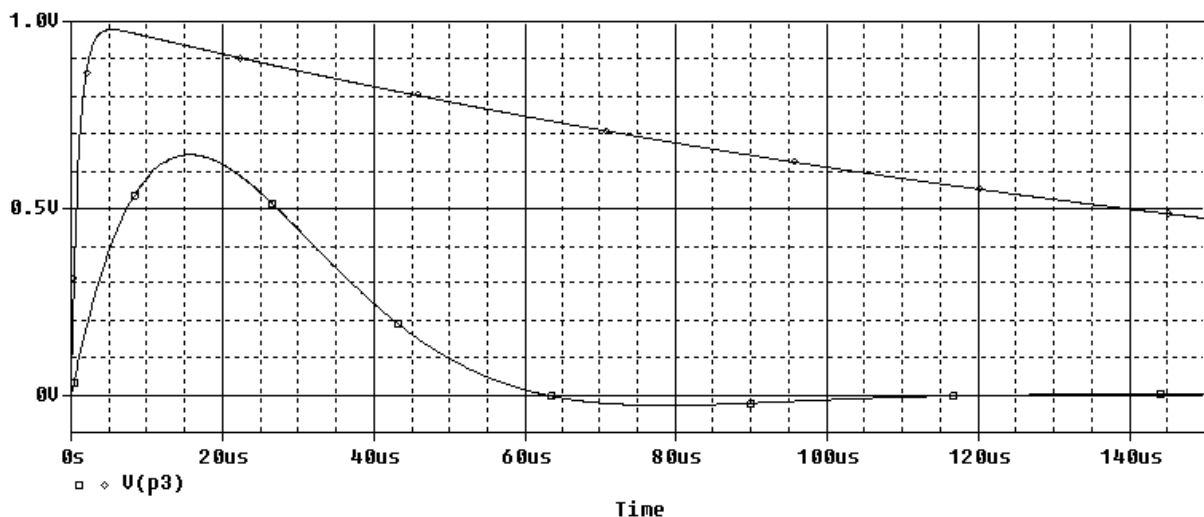

Рисунок 26 – Переходные функции при изменении R1=1 кОм, 10 кОм
- Далее, запустить расчет, результат представлен на рис. 26.